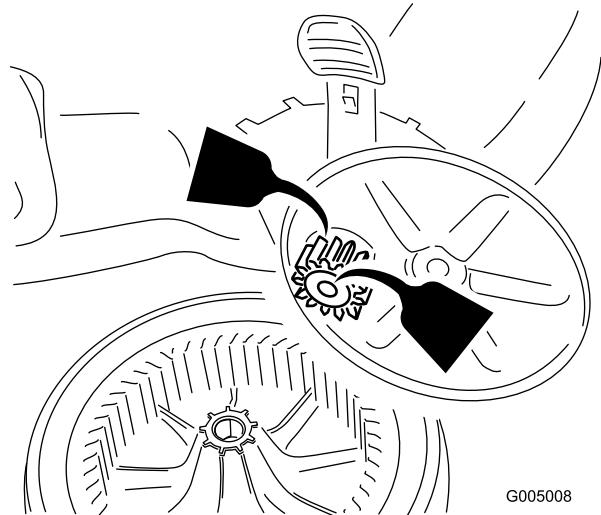

Figure 24
- Appliquez une couche d'huile de graissage à l'intérieur et à l'extérieur des engrenages, de la manière indiquée (Figure 24).